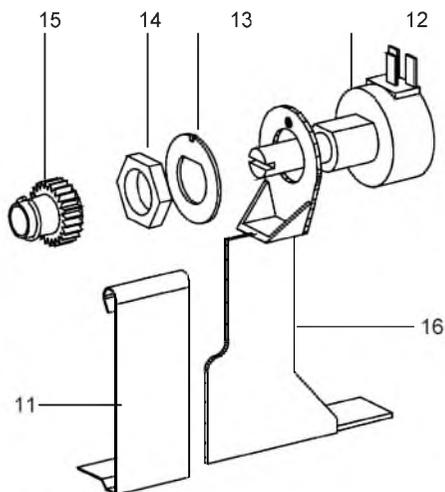

Рис. 5
Теперь вставьте пружинную пластину (11) как показано на рис. 5. Подключите провода к потенциометру, согласуясь с п. 2.7.6. Теперь полностью закройте клапан и оттянув потенциометр от зубчатой пластины полностью выкрутите его против часовой стрелки. Снова введите зубчатое колесо в зацепление.